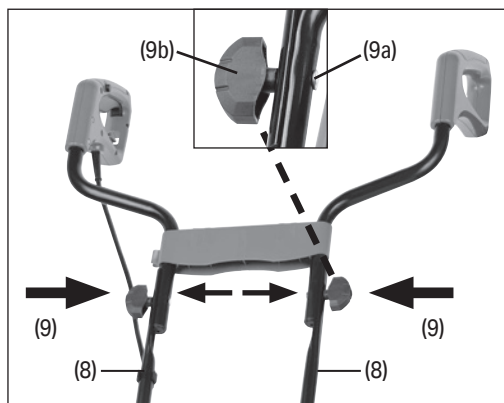
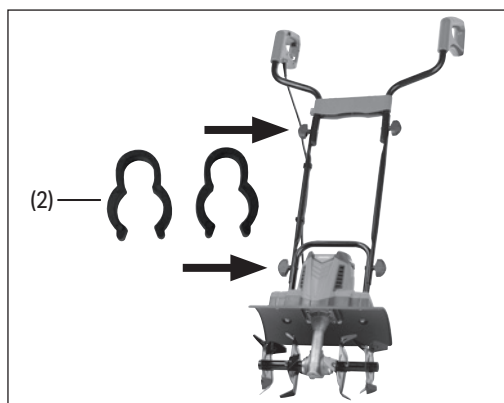

Fig. 2
Fig. 4
6.2 Assembling the Handles (Fig. 2 – Fig. 4)